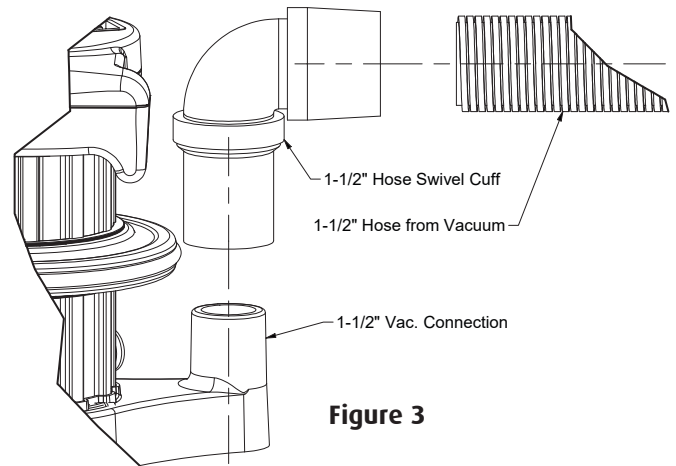

Figure 3
1. Installez le manchon pivotant de tuyau de 1-1/2" (40 mm) fourni (Figure 3) en vissant le manchon dans le sens antihoraire sur le tuyau.
de torsion (figure 3).